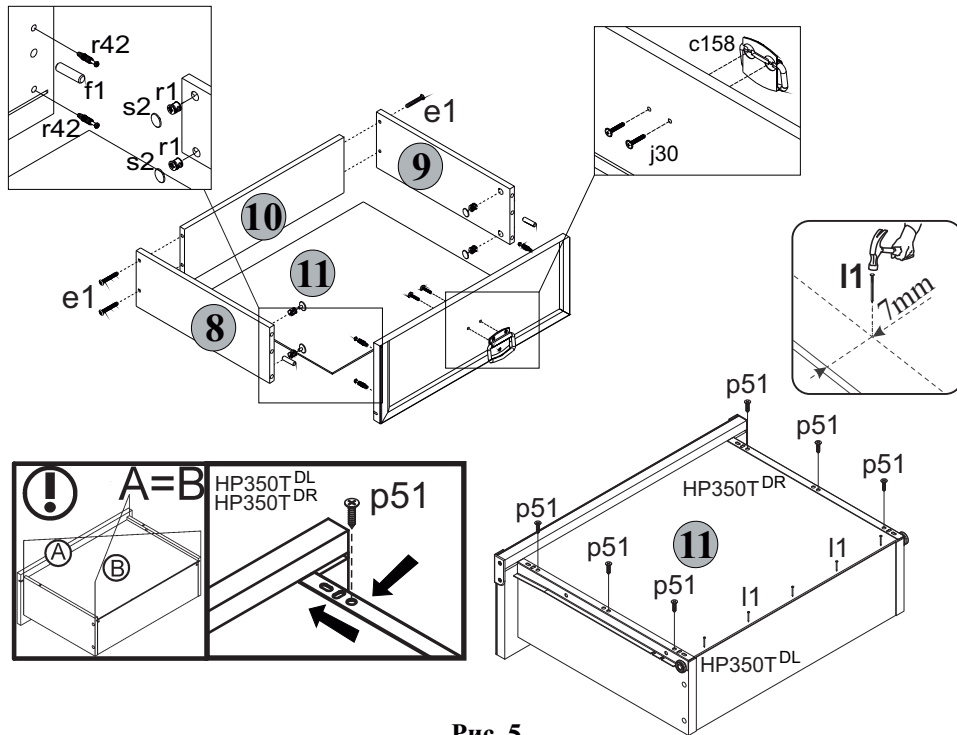

Рис. 5
5.15 В отверстия диаметром **8 мм** на передних кромках стенок боковых **8** и **9** корпусов выдвижных ящиков вбить деревянные шканты **f1** (**см.рис.5**).
5.16 В отверстия диаметром **15 мм** на внутренних поверхностях стенок боковых **8** и **9** корпусов выдвижных ящиков вставить стяжки эксцентриковые **r1** (**см.рис.5**).
5.17 В отверстия диаметром **5 мм** на внутренних поверхностях панелей передних **16, 17** и **7** ящиков выдвижных с помощью крестообразной отвертки вкрутить винты стяжки **r42** (**см.рис.5**).
5.19 Соединить панели передние **16, 17** и **7** с корпусом ящика выдвижного и затянуть стяжки эксцентриковые **r1**, пользуясь специальным ключом **z1**. Закрыть стяжки эксцентриковые заглушками **s2** (**см.рис.5**).